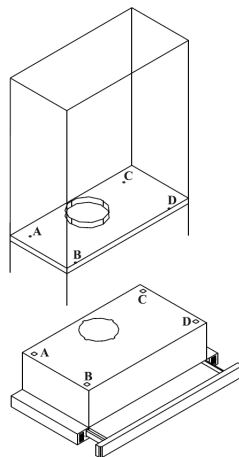

Fig.3
- I overskapets nederste hylle skjæres det ut et hull med en diameter på 130 mm til røret som skal lede ut avtrekksluften. Deretter bores det hull til ventilatorens festeskruer (fig. 3). For å unngå feil ved plassering av de enkelte hullene skal den medfølgende papirsjablongen brukes til avmerking av skruenhull og hull til avtrekksrøret i overskapets nederste hylle.
- I overskapets nederste hylle skjæres det ut et hull med en diameter på 130 mm til røret som skal lede den rensede luften tilbake i kjøkkenet. Deretter bores det hull til de medfølgende monteringskruene (fig. 3).